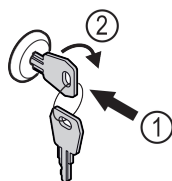

Fig. 87 Ilustrační zobrazení
- ▶ Klíč zasuňte dovnitř Fig. 87 (1).
- ▶ Otáčejte klíčem o 90° ve směru hodinových ručiček Fig. 87 (2).